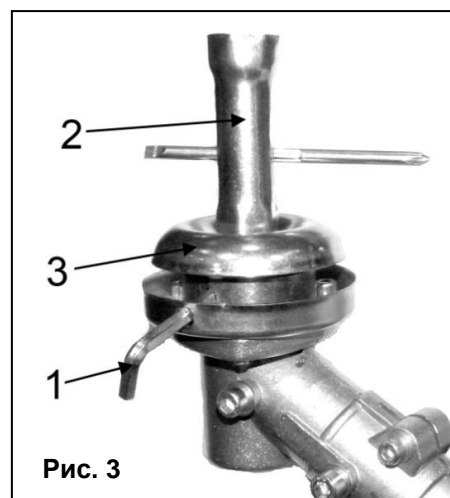
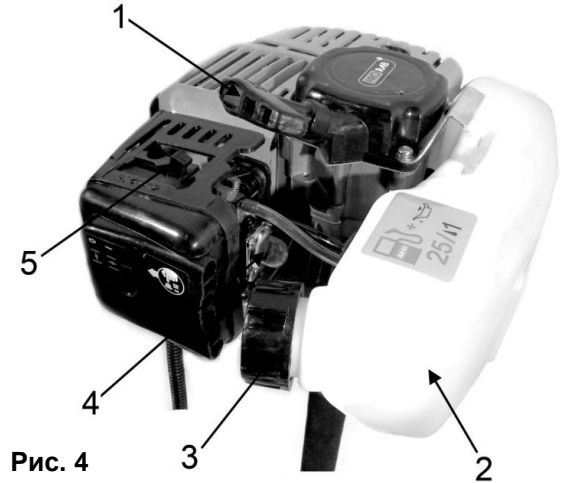

Рис. 3
Рис. 4
- Для фиксации редуктора, вставьте шестигранный ключ (1)(См. Рис.3)(входит в комплект) или подобный стопорный стержень в совмещенные отверстия в чашке редуктора и ступицы вала.
- Используя комбинированный ключ (2)(См. Рис.3)(входит в комплект поставки), открутите гайку, снимите крышку (3) (См. Рис.4) и шайбу с вала.
- Пять - семь раз нажмите на резиновый колпачок ручной подкачки топлива (4)(См. Рис.4). При этом сквозь резиновый колпачок топлива должна просматриваться топливная смесь. Если топливная смесь не заполнила резиновый колпачок, нажать на него еще несколько раз.
1. Возьмите пусковую рукоятку стартера (1)(См. Рис.4). Крепко удерживая ее в руках, плавно потяните шнур стартера, пока барабан стартера не войдет в зацепление с собачками храпового механизма. Только после этого сделайте плавный резкий, но не длинный рывок. При этом шнур вытягивается примерно на 2/3 длины.
7. После запуска двигателя, откройте воздушную заслонку (5)(См. Рис.4).